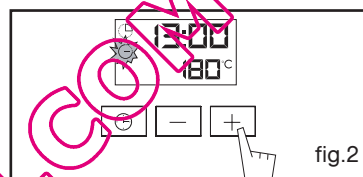

fig.2
Eksempel: sluttid kl. 13.00 (fig.2).
- Regulér den valgte tid ved hjælp af tasterne + eller - (fig.2).